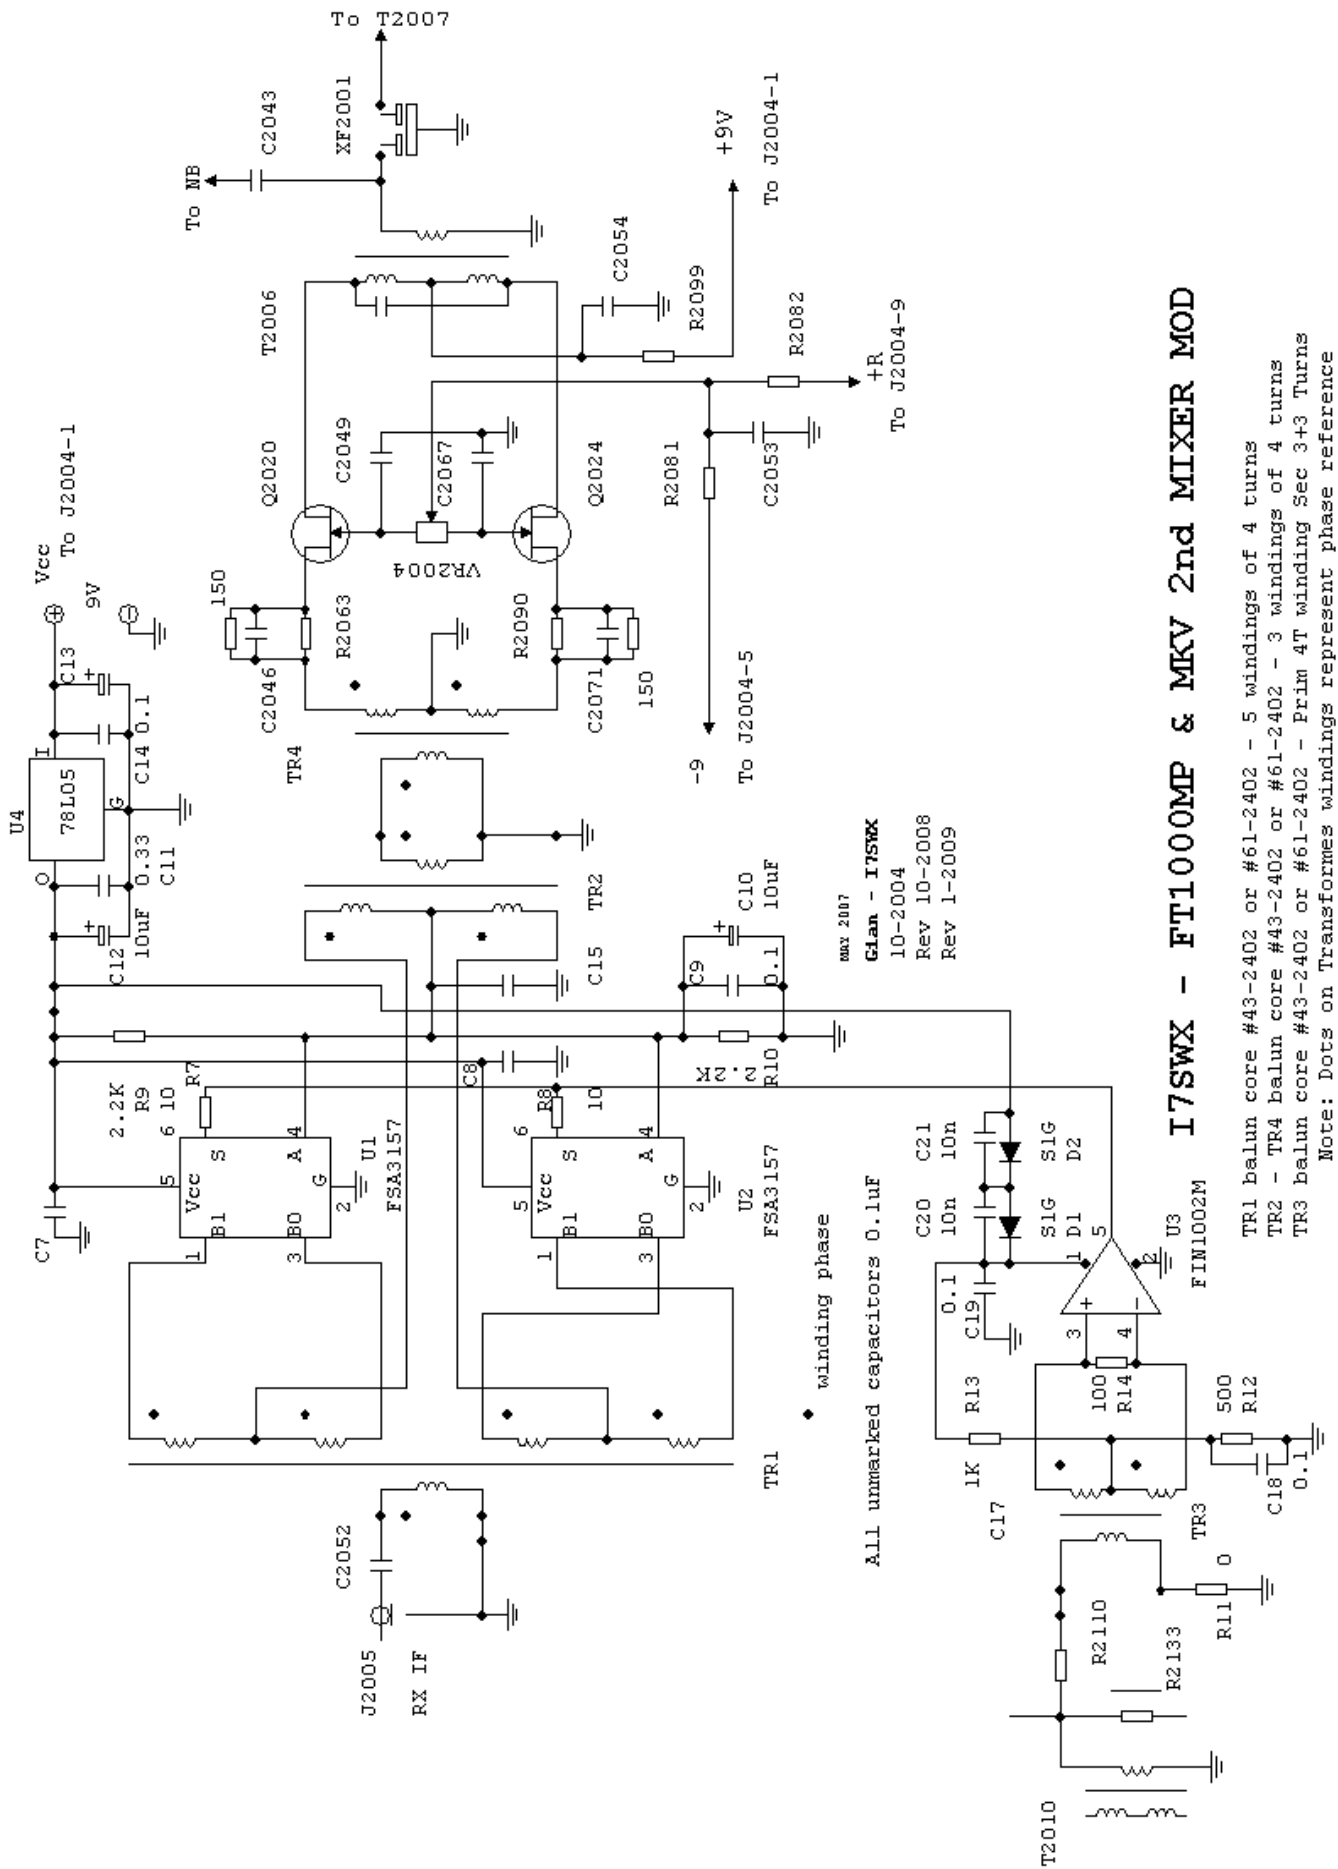

Figure 1 – Sostituzione del mixer originale con l'I7SWX 2T FSA3157 H-Mode Mixer.
- 2) La Figure 1 mostra l'I7SWX 2T FSA3157 H-Mode Mixer con squadratore LVDS, previsto. L'Input di TR1 è l'ingresso della 1st IF a 70 MHz, mentre l'Output di TR2 è l'uscita 2nd IF del mixer.